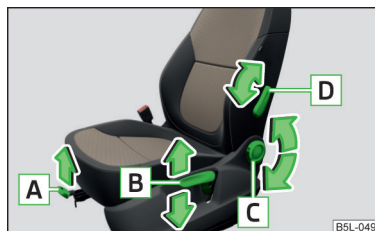

Fig. 59
Organes de commande du siège » fig. 59
- Tirer la manette **A** » fig. 59 dans le sens de la flèche et pousser le siège dans la direction souhaitée.
- Tirer ou pousser de façon répétée sur la manette **B** » fig. 59 dans la direction de l'une des flèches.
- Pousser la manette **C** » fig. 59 dans la direction de l'une des flèches.
► Tirez la manette dans le sens de la flèche **D** » fig. 59.